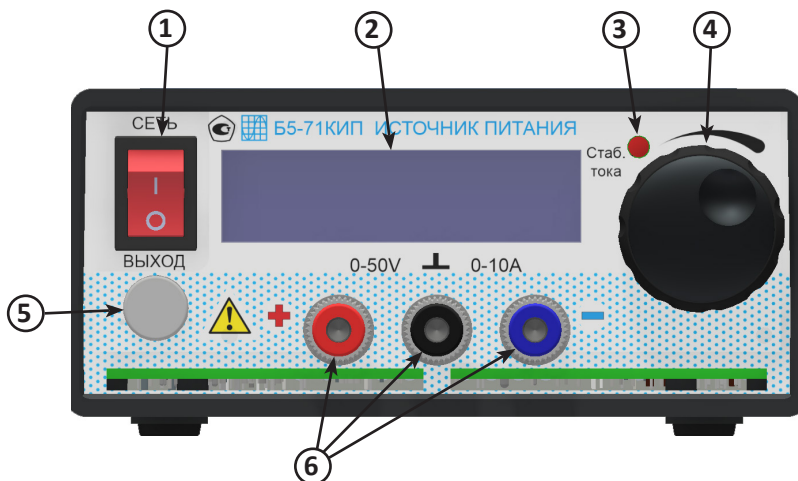

Рисунок 7 - Расположение органов управления передней панели
2.2.4.1 На передней панели источника питания (смотрите рисунок 7) расположены следующие органы управления: